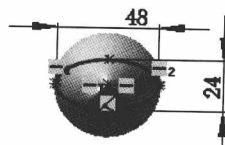

图 2.7 草图 3
Step6. 选取基准面 1 为草图基准面，绘制图 2.7 所示的草图 3。